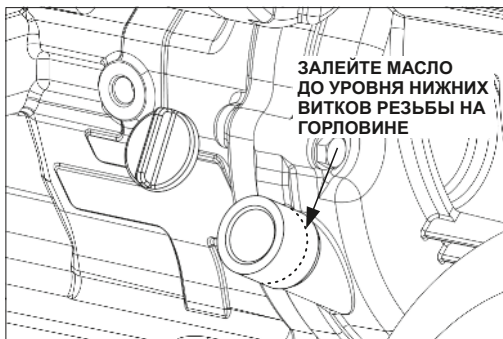

Рисунок 5 – Уровень масла
- Постепенно заливайте масло в отверстие, периодически проверяя его уровень. Уровень масла будет достаточным, когда он дойдет до резьбы на горловине бака. (Рис.5)